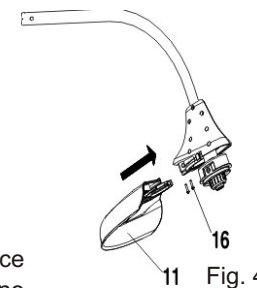

Fig. 4
**Instalando a proteção (Fig. 4)**